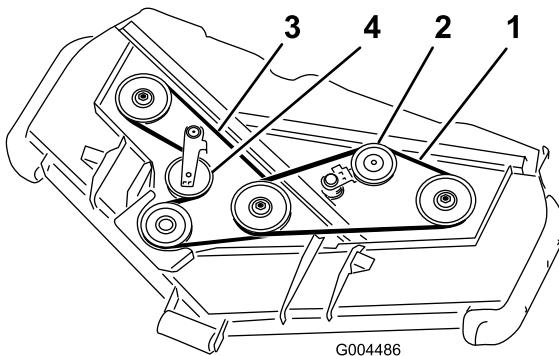

Figura 18
4. Coloque a nova correia à volta da polia da caixa de velocidades, polias do veio inferior e conjunto da polia intermédia, como se mostra em Figura 18.
5. Coloque a nova correia nas polias da barra superior e na estrutura da polia intermédia, como se mostra em Figura 18.